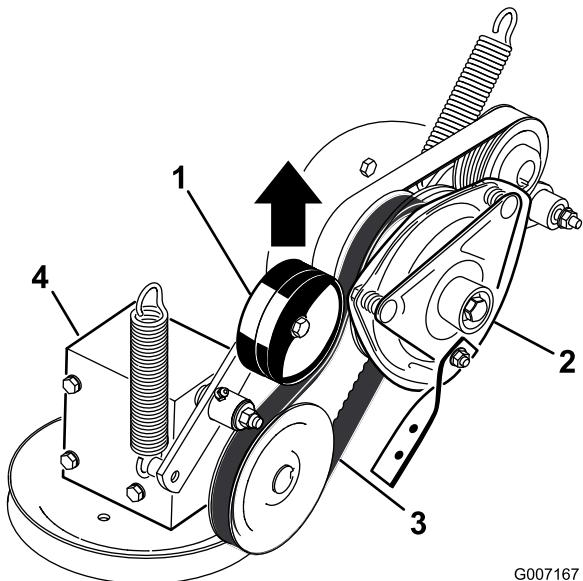

Figura 52
5. Sollevate la puleggia tendicinghia a molla della cinghia di trasmissione della PDF e rimuovete la cinghia dalla puleggia della frizione (Figura 52).
17. Sollevate la puleggia tendicinghia a molla della cinghia di trasmissione della PDF e installatela sulla puleggia della frizione (Figura 52).